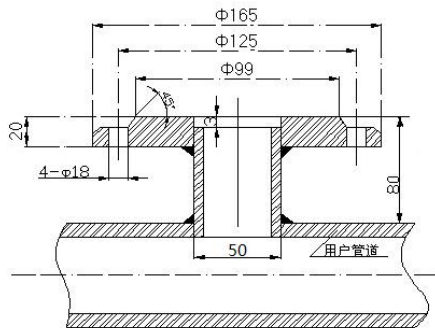

图 46 安装底座的焊接
安装前应在被测管道上开一个直径  $50\text{mm}$  的小孔，尺寸与安装底座的连接管外径一致。安装底座与被测管道的焊接如图 46 所示。
(4)按图 46 所将 DN50 球阀安装到安装底座上。注意球阀的长空腔向上。检查球阀是否能全开全关。上紧压紧螺母和定位螺钉，同时应注意传感器方向标志指向应和流体流向一致。